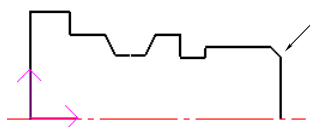

图 4-131 创建倒角
1) 选择下拉菜单“修改”→“过渡”命令,或在“编辑”工具栏单击“过渡”按钮,在立即菜单中选择“倒角”,选择如图4-131所示的边倒 $2 \times 45^\circ$ 角。